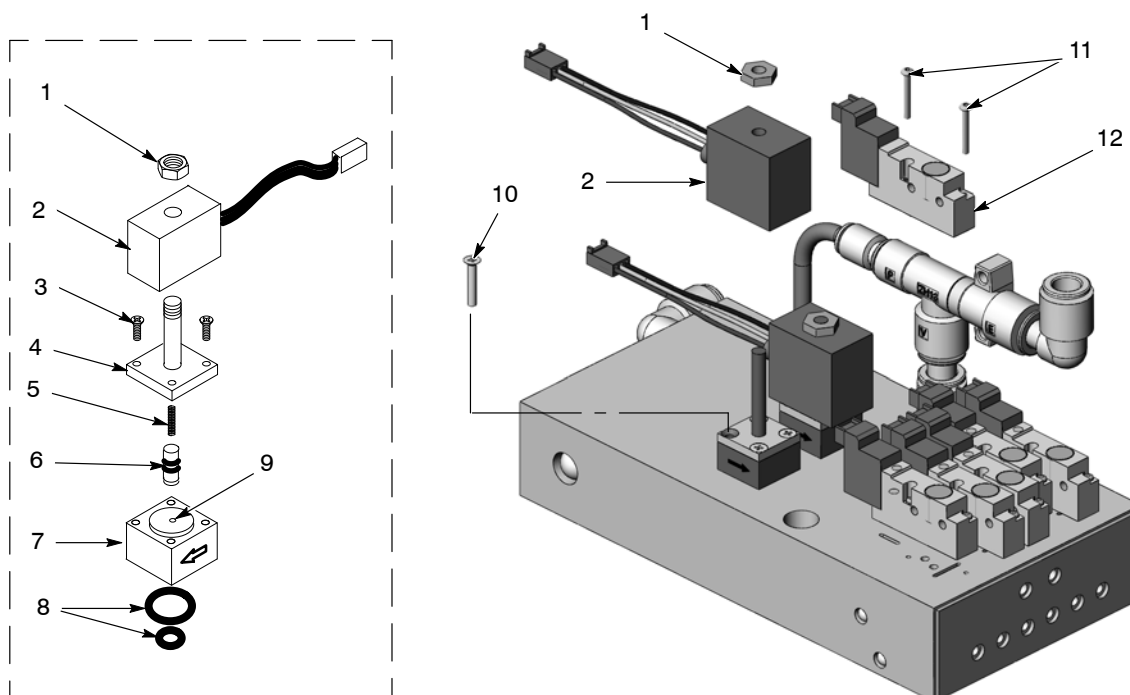

Рис. 6-1 Ремонт коллектора
1. См. рис. 6-1. Отвернуть гайку (1) и снять катушку (2) с клапана регулирования подачи.
2. Вывернуть два длинных винта (10) и снять клапан регулирования подачи с коллектора.
3. Вывернуть два коротких винта (3), затем снять шток клапана (4) с его корпуса (7).
4. Вынуть из штока клапана золотник (6) и пружину (5).
5. Прочистить седло золотника и уплотнения, а также диафрагму (9) в корпусе клапана. Использовать сжатый воздух низкого давления. Не использовать острые металлические инструменты для очистки золотника и корпуса клапана.
См. рис. 6-1. Снять клапан, отвернув гайку (1), сняв катушку (2) и вывернув длинные винты (10).
См. рис. 6-1. Освободить электромагнитные клапаны, вывернув два винта (11) из корпуса клапана, и снять электромагнитный клапан (12) с коллектора.